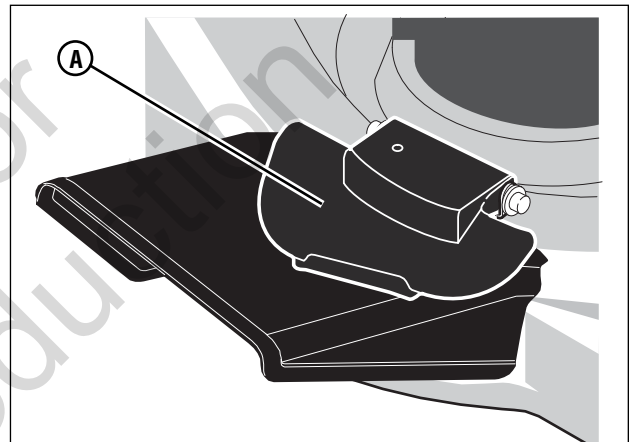

Figura 10: Liberación de la cubierta del triturador
4. Baje la cubierta del triturador (**A, Figura 10**).